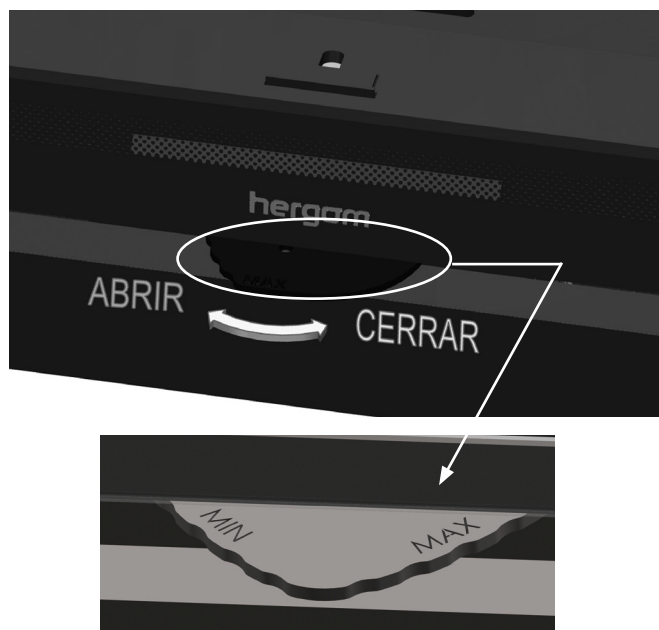

FIG. 2
- Desplazando de derecha a izquierda la válvula de regulación, se permite una mayor aportación de aire para la combustión (FIG. 2).